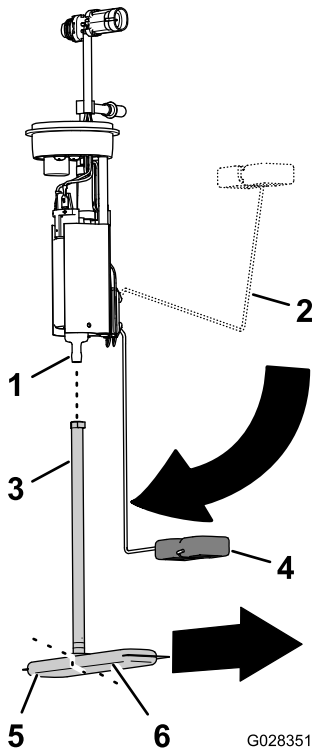

Figure 85
1. Détachez du raccord de la pompe à carburant le tube d'aspiration du filtre à carburant (Figure 85).
2. Alignez le tube d'aspiration du nouveau filtre à carburant et le raccord de la pompe à carburant (Figure 85).
3. Alignez la longue patte du filtre à carburant sur le flotteur quand le bras du flotteur à la position vide (Figure 85).
4. Insérez le raccord de la pompe à carburant dans le tube d'aspiration jusqu'à ce que le raccord soit parfaitement engagé (Figure 85).
2. Insérez la pompe à carburant/transmetteur dans le goulot du réservoir (Figure 84 et Figure 85).